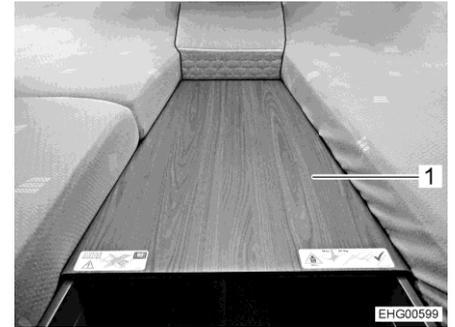

Bild 120 Lange Ablage (eingehängt)
- ▷ Die lange Ablage (Bild 120,1) maximal mit 80 kg belasten.
- ▷ Die lange Ablage (Bild 120,1) nur mit aufgelegtem Zusatzpolster nutzen.
- Lange Ablage (Bild 120,1) an der Umrandung der Einzelbetten einhängen.